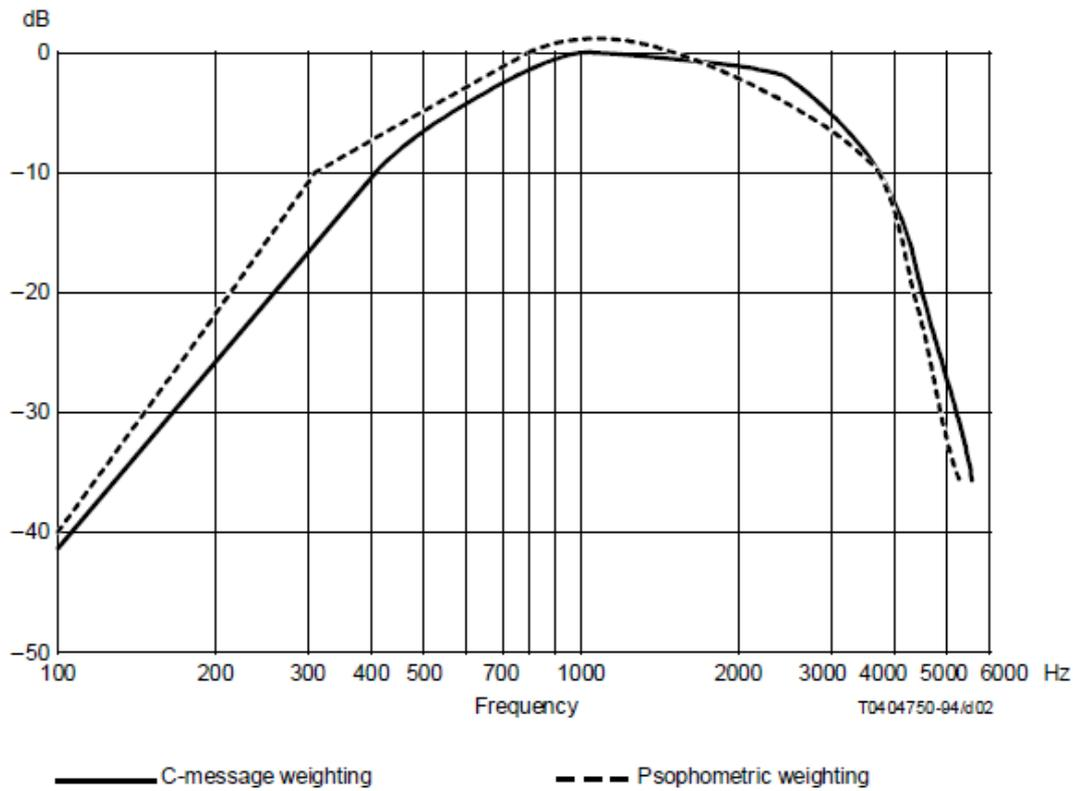

Abb. 7.106: Hinzufügen von Autokorrelation und Kreuzkorrelation
Durch einen Klick auf „+“ in der Kanalliste öffnet sich das Fenster zur Auswahl der verschiedenen Mathematik Funktionen. Unter den Basis-Mathematikfunktion befindet sich die Option zum Hinzufügen einer Korrelation (siehe Abb. 7.106). Es ist möglich unter einer Autokorrelation oder einer Kreuzkorrelation zu wählen. Drücken Sie anschließend auf den „Hinzufügen“ Button im rechten unteren Eck des Fensters und es wird automatisch ein neuer Korrelationskanal in der Kanalliste unter dem angegebenen Gruppennamen (siehe ③ in Abb. 7.106) hinzugefügt.
Die Autokorrelation (siehe ① in Abb. 7.106) beschreibt mathematisch gesehen die Faltung eines Signals mit sich selbst und wird verwendet, um Periodizität in Signalen zu erkennen, z.B. bei modulierten und verrauschten Signalen.
Die Kreuzkorrelation (siehe ② in in Abb. 7.106) beschreibt mathematisch gesehen die Faltung eines Signals x mit einem anderem Signal y . Die Kreuzkorrelation wird z.B. dazu verwendet identische Komponenten in 2 verschiedenen Signalen zu erkennen oder die Verzögerungszeit zwischen 2 Signalen zu analysieren.